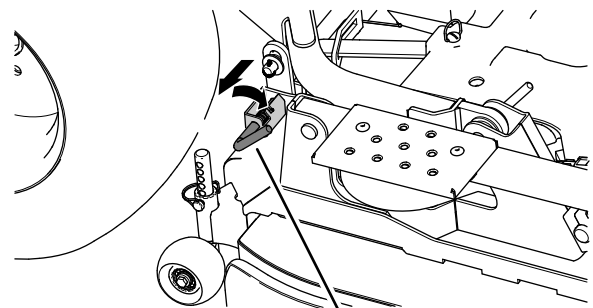

Bild 113
- Ziehen Sie an den hinteren Steckstifte und drehen sie an beiden Seiten des Mähwerks, bevor Sie das Mähwerk absenken (Bild 113).
13. Drehen Sie die hinteren Steckstifte, um die hinteren Hublenker des Mähwerks zu aktivieren, siehe Bild 113 in Entfernen des Mähwerks \(Seite 80\).